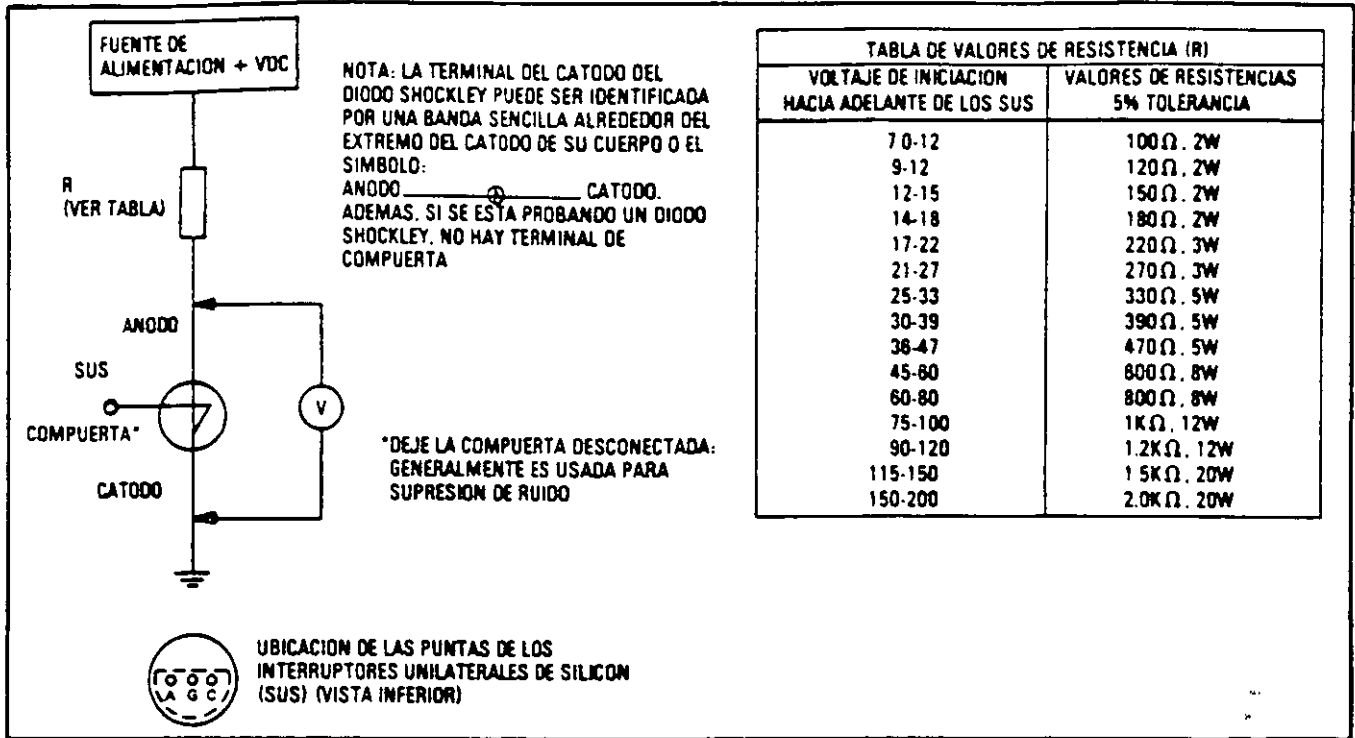

FIG. 3. INTERRUPTOR UNILATERAL DE SILICON Y CIRCUITO DE PRUEBAS DE DIODO SHOCKLEY.
- Conecte el circuito de prueba mostrado en la Fig. 3. Seleccione la resistencia indicada en la tabla de la Fig. 3 para el voltaje de iniciación de conducción del SUS que será probado en particular. Se deberá tener cuidado al seleccionar el valor de la resistencia adecuada, ya que estos valores están basados en la capacidad y corriente de sostenimiento correspondiente al SUS en particular. El seleccionar un valor de resistencia inadecuado puede quemar el SUS al fluir una corriente excesiva a través de él o dar una